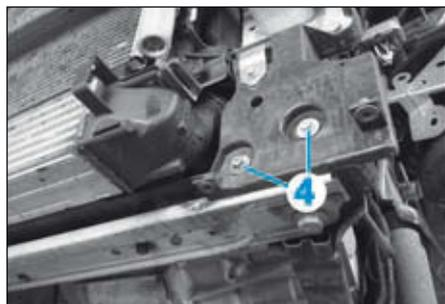

FIG.7
- les vis des fixations inférieures (4) (des deux côtés) (Fig.7).